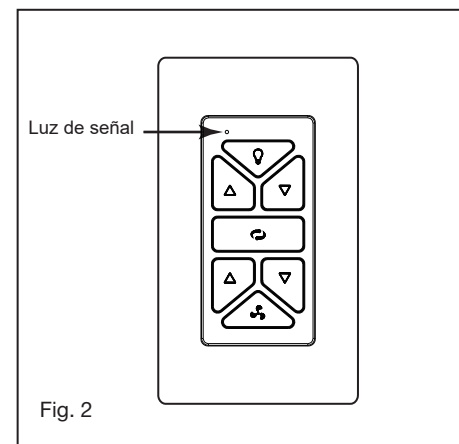

Fig. 2
- 6 Retire uno de los tres tornillos del cubo de montaje ubicado en el motor del ventilador. (Fig. 2).
- 7 Mientras sostiene el conjunto LED debajo del ventilador, no realice las conexiones de los cables. (Fig. 2)
- 8 Fije el conjunto LED al cubo de montaje con los 3 tornillos suministrados. (Fig. 2)
- 9 Coloque la pantalla de vidrio contra el conjunto LED y gírela en sentido horario hasta que quede ajustada. NO APRIETE EN EXCESO. (Fig. 2)
- 6 Luz de señal (Fig.2)